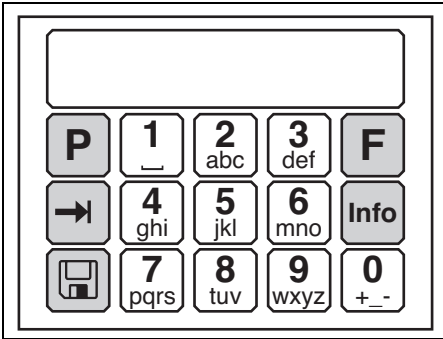
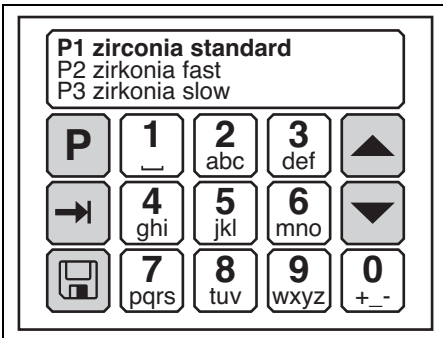

Bild 4 Display Konfigurationsebene
Bild 5 Display Listenmenü
**Legende zu Bild 4, Bild 5 und Bild 6:**